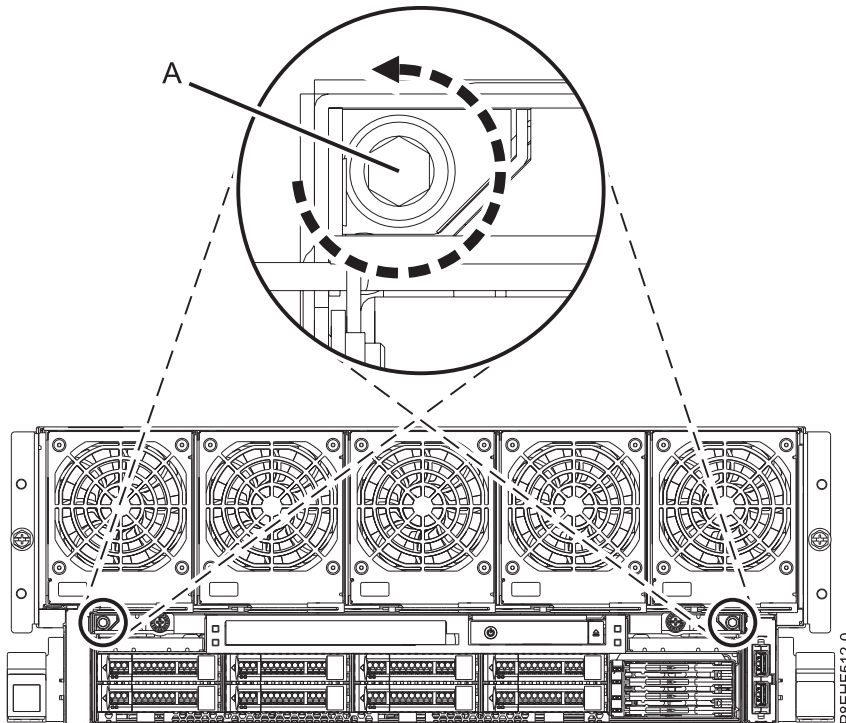

Figura 5. Aflojado de los tornillos de envío
2. Afloje, pero no quite, los tornillos de envío encastados (**A**) en el conjunto de RAID utilizando una llave Allen de 4 mm, tal como se muestra en la Figura 5.